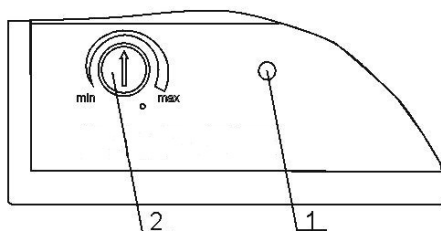

Рис.2. Схема расположения органов управления и сигнализации.
6.2 Подключение морозильника к электрической сети осуществляется штепсельной вилкой сетевого шнура (не рекомендуется тянуть за сетевой шнур). В момент пуска и остановки мотора-компрессора возможно незначительное содрогание корпуса морозильника. Загоревшаяся индикаторная лампа 1 (рис.2) свидетельствует о том, что морозильник включен в электросеть.
6.3 Температурный режим в морозильнике устанавливается путем поворота ручки терморегулятора 2 (рис.2) до выбранного уровня по шкале температурного режима.
6.4 Для замораживания продуктов в морозильнике с металлической дверью («POZIS FH 250-1», «POZIS FH 255-1», «POZIS FH 256-1», «POZIS FH 258-1») переведите ручку терморегулятора 2 (рис.2) в положение «max».
При замораживании продуктов в морозильнике ручка терморегулятора (рис.2) устанавливается в положение «max» за 4-5 часов до укладки продуктов для получения в камере наименьшей температуры. При замораживании продуктов в морозильнике, работающем в установившемся режиме, допускается переключение морозильника на режим «замораживание» после укладки продуктов. В этом случае время замораживания массы продуктов первой закладки увеличится.